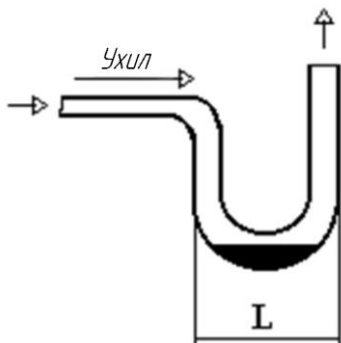

Рисунок 17 - Маслянопід'ємна петля
- якщо в системі є висхідна ділянка газового трубопроводу (конденсатор розташований вище агрегату компресорного або випарник розташований нижче агрегату компресорного), на цій ділянці можливе скупчення мастила, що призведе до мастильного «голодування» компресора і виходу його з ладу. Для уникнення цього ефекту в нижній частині висхідної ділянки газового трубопроводу слід встановити «пастку рідини» (мастильнопідйомну петлю) – рисунок 17. Якщо різниця висот перевищує 4 м, мастильнопідйомні петлі встановлюються через кожні 3-4 м. У міру накопичення мастила в петлі його рівень піднімається, звужуючи прохідний переріз для газу, що призводить до збільшення швидкості потоку і захоплення олії у вертикальний трубопровід.